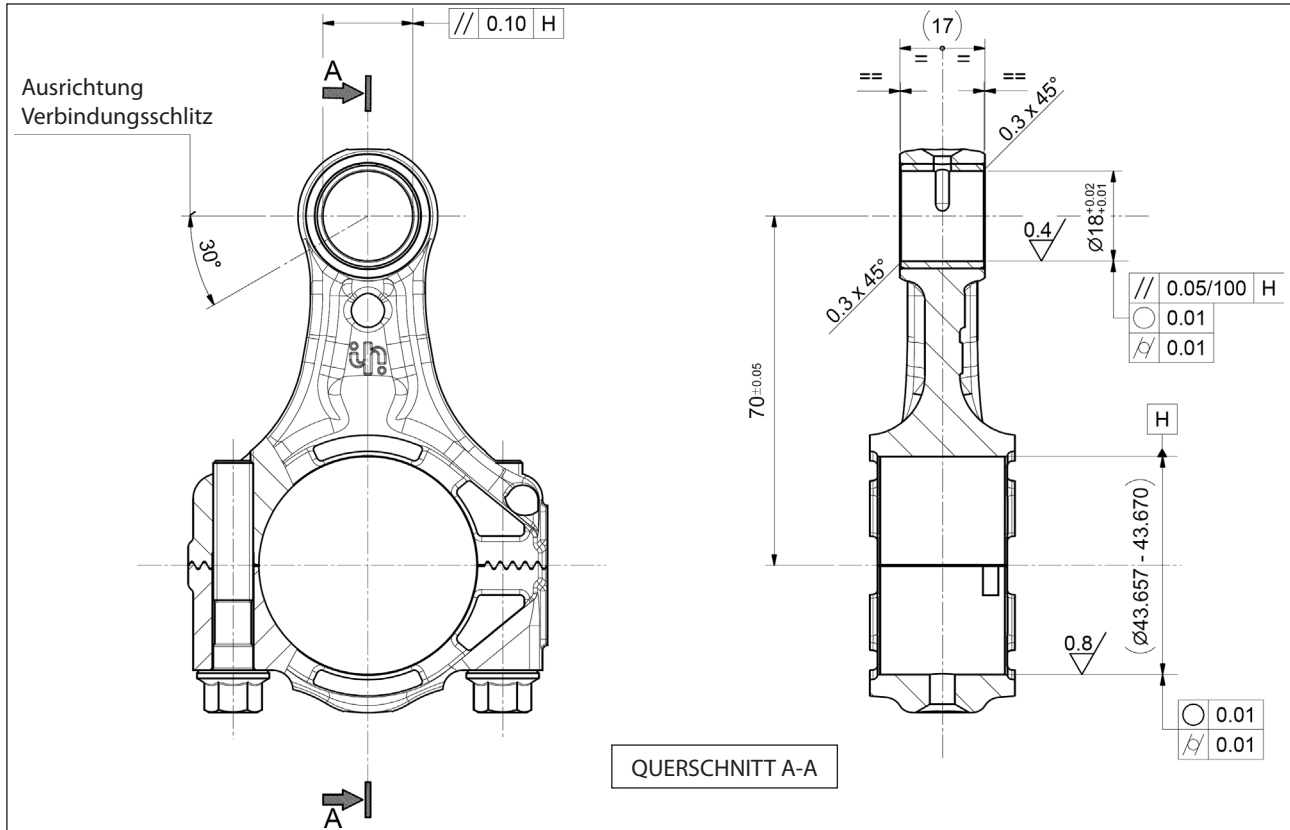

Abb. 32
** Die Befestigungsschrauben des Kopfs, Pos. 55 der Explosionszeichnung, müssen mit einem Drehmomentschlüssel in der Reihenfolge gemäß Schema in Abb. 32 festgezogen werden.
- der Verbindungsschlitz ausgerichtet ist, wie in Abb. 32 gezeigt.
Führen Sie anschließend die mechanischen Bearbeitungen unter strikter Einhaltung der Maße und Toleranzen in Abb. 32 aus.